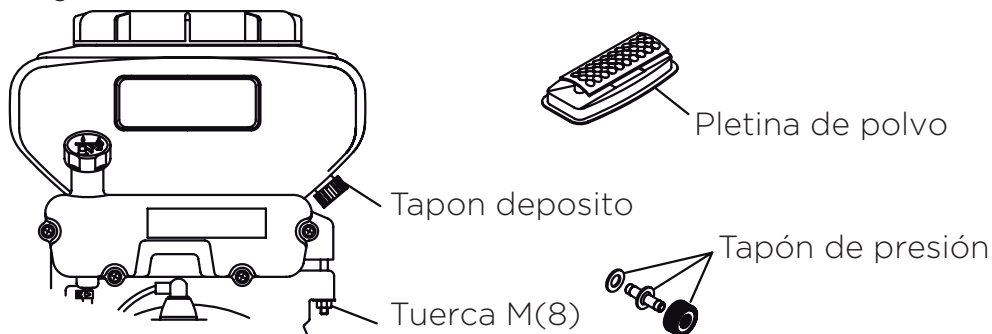

Figure 3
(2) Luego conectar la tubería de espolvoreo a la maquina comomuestra la fig. 3